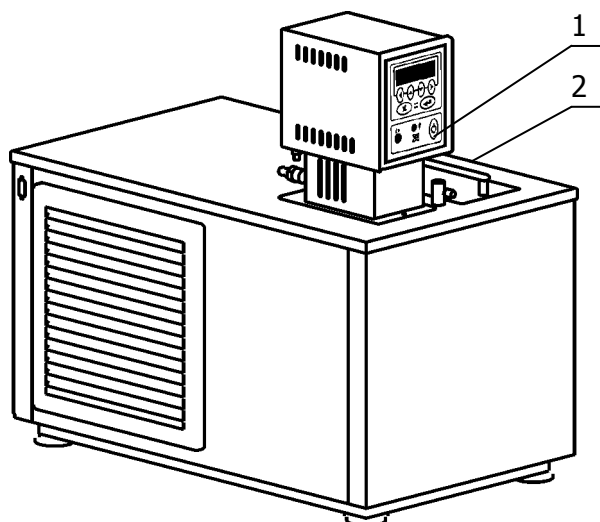
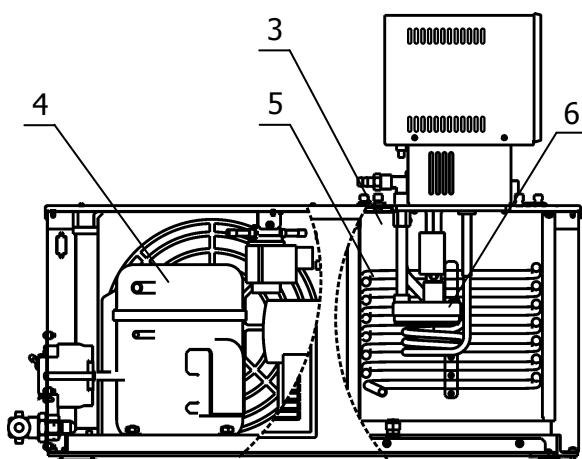

Рисунок 1 — Внешний вид термостата
Рисунок 2 — Устройство термостата
1.4.2 Конструкция термостата состоит из блока регулирования температуры 1 и корпуса 2 (рисунок 1), внутри которого расположена рабочая ванна 3 и размещена холодильная машина 4 (рисунок 2). В рабочей ванне, кроме погружаемой части блока регулирования, расположен теплообменник 5 (рисунок 2), по которому прокачивается хладагент при работе холодильной машины.
1.4.3 Работа термостата заключается в поддержании заданной температуры теплоносителя, циркулирующего в ванне, а также во внешнем потребителе, в случае его подключения. Циркуляция теплоносителя обеспечивается центробежным насосом 6 (рисунок 2), расположенным в блоке регулирования температуры.
1.4.4 Поддержание заданной температуры теплоносителя осуществляется электронным регулятором, расположенными в блоке регулирования температуры 1 (рисунок 1). Охлаждение теплоносителя осуществляется с помощью холодильной машины 4 посредством теплообменника 5, установленного в рабочей ванне 3 (рисунок 2).